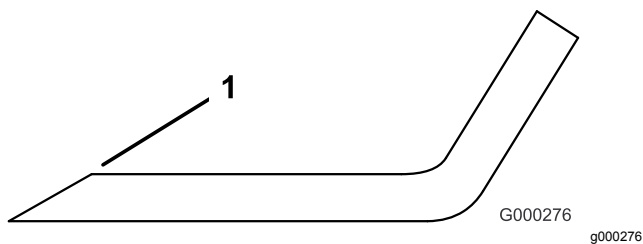

Bild 112
3. Prüfen Sie die Schnittkanten aller Messer und schärfen die Kanten, wenn sie stumpf sind oder Kerben haben (Bild 112).
Hinweis: Schärfen Sie nur die Oberseite der Schnittkante und behalten Sie den ursprünglichen Schnittwinkel bei, um die Schärfe des Messers zu gewährleisten (Bild 112). Das Schnittmesser behält seine Auswuchtung bei, wenn von beiden Schnittkanten die gleiche Materialmenge entfernt wird.